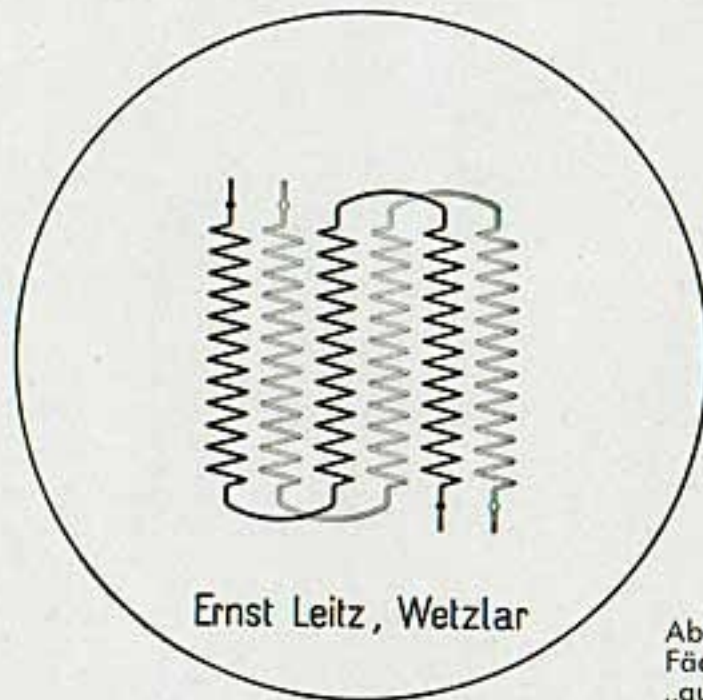

Abb. 3
6. **Lampenzentrierung:** Es ist zunächst nach Abnahme des Filmführungsschiebers bzw. des Wechselschiebers zu prüfen, ob die Lampe überhaupt einer Zentrierung bedarf. Zu diesem Zweck entfernt man den Wechselkondensator aus der Fassung und hält ihn bei eingeschalteter Lampe in etwa 20–30 cm Entfernung vor das Objektiv, wobei der Wechselkondensator solange in Projektionsrichtung verschoben wird, bis eine Abbildung der Fäden der Glühlampe erreicht ist. Die Justierung der Lampe ist richtig, wenn die Glühfäden selbst mit dem vom Reflektor entworfenen Bild der Glühfäden „auf Luke“ stehen und gleichzeitig hinreichend scharf abgebildet werden. Vgl. Abb. 3.